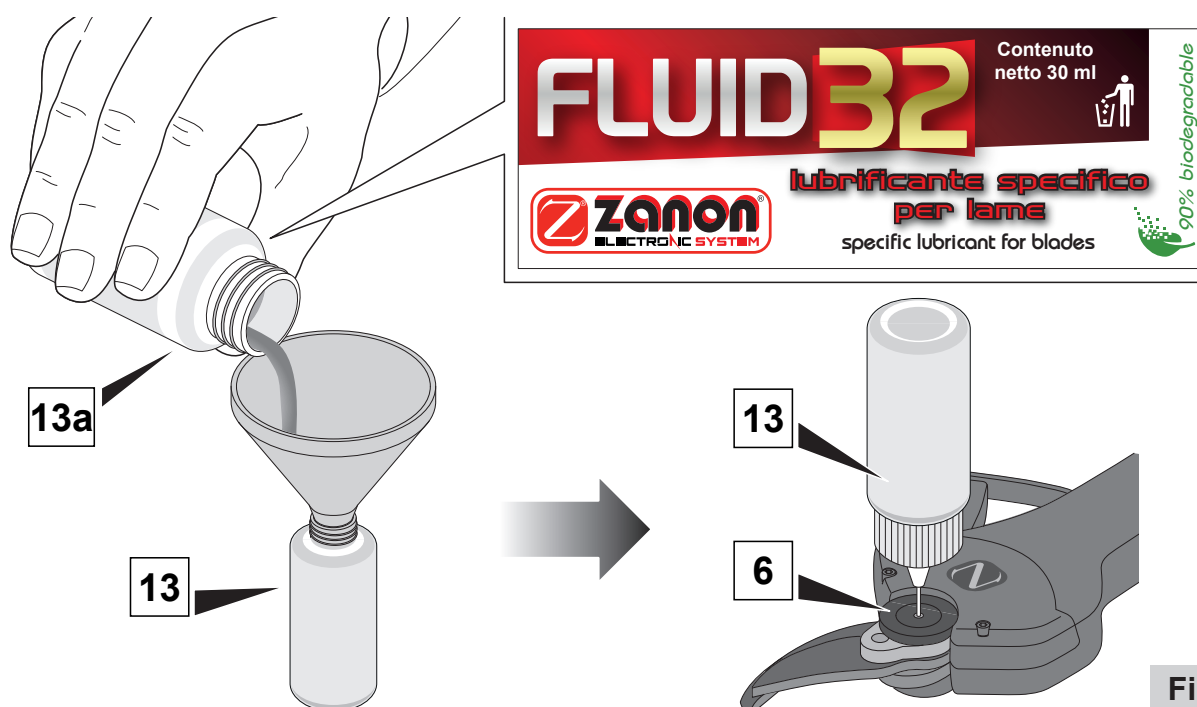

Fig. 8
- Riempire l'oliatore (**13**) in dotazione travasando il lubrificante dal flacone (**13a**) come rappresentato in **fig. 8**;